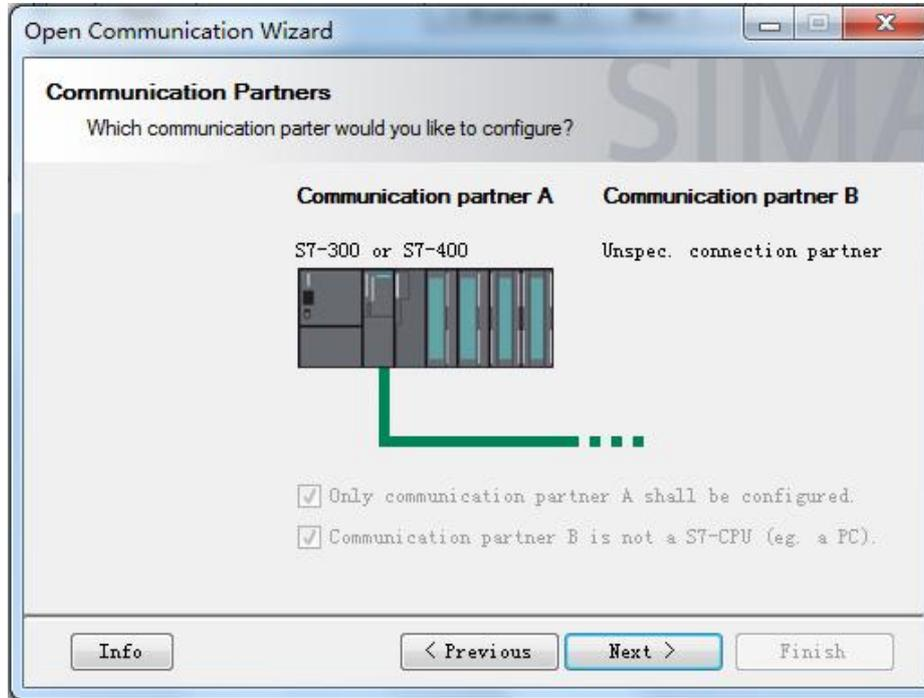

图 3-5 选择通信伙伴
3.5 点击 **Next** 至一步，对于 UDP 协议，Only communication partner A shall be configured(仅配置伙伴 A)和 Communication partner B is not a S7-CPU(eg. A PC)(通信伙伴 B 不是 S7-CPU)选项缺省都是勾选的且不可更改，如图 3-5 所示。